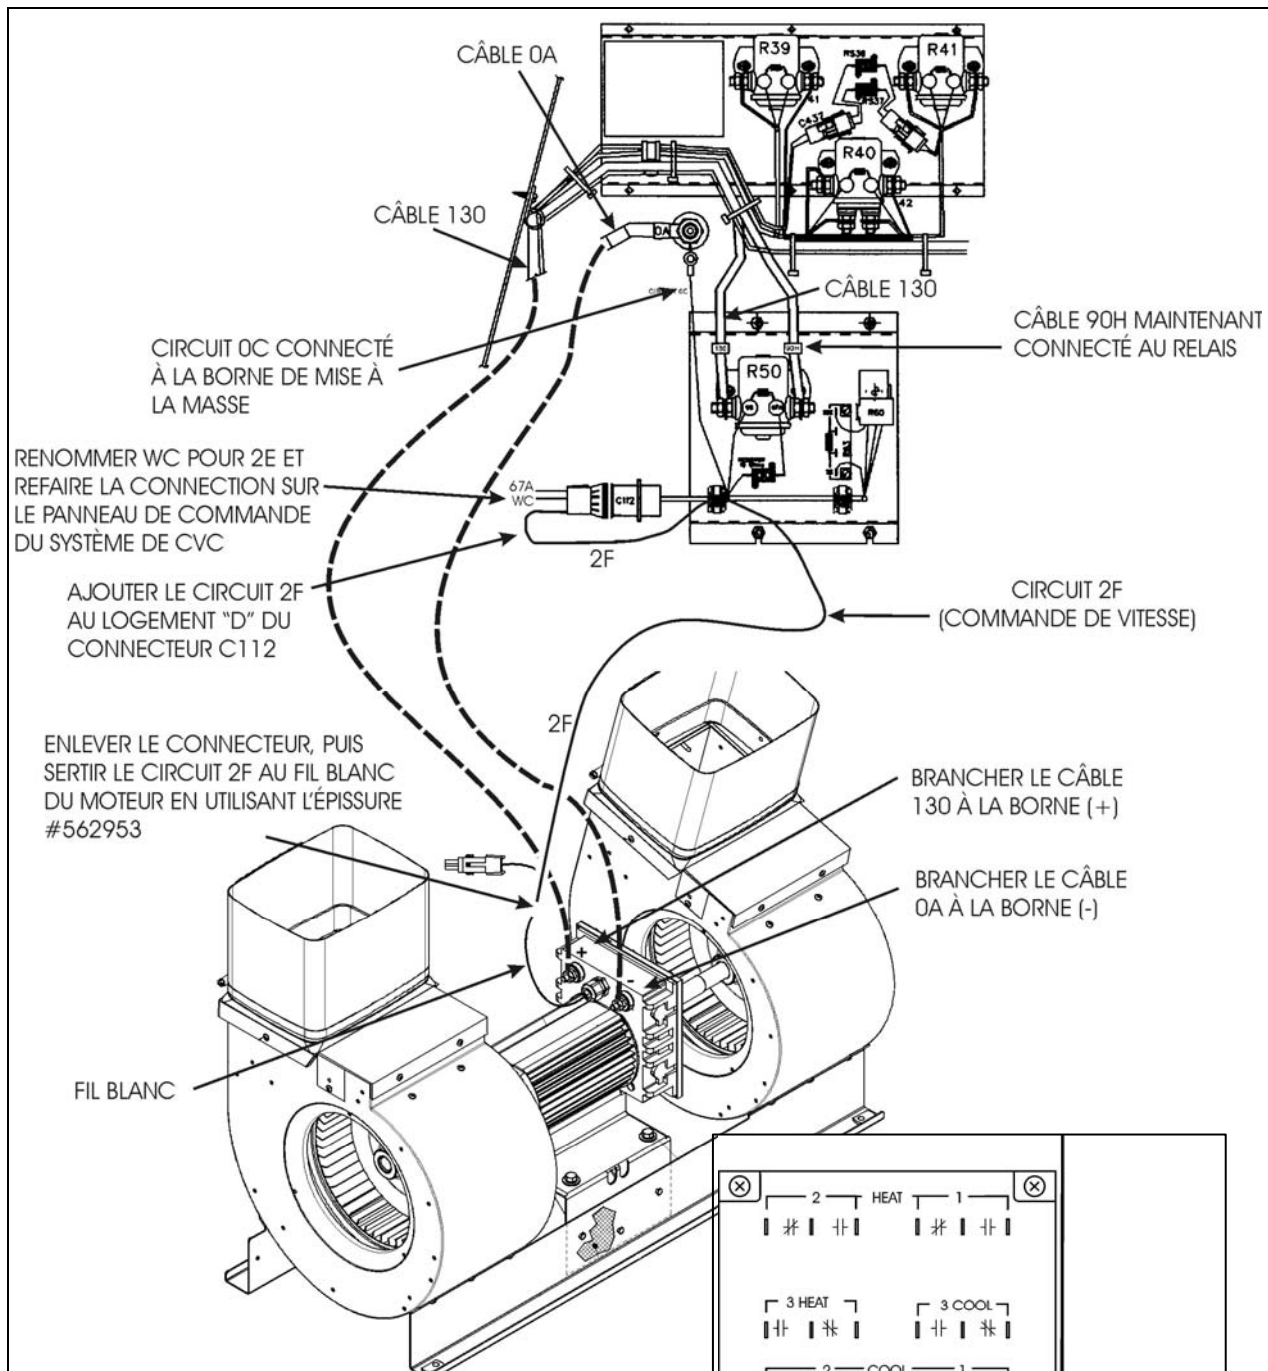

FIGURE 3 : UNITÉ DE VENTILATION
13. Acheminez les câbles (#065360) et (#065087) entre les bornes du moteur et la plaque relais et effectuez les connexions tel que montré aux figures 3 et 5. Acheminez également le fil 2F entre la plaque relais et les bornes du moteur.